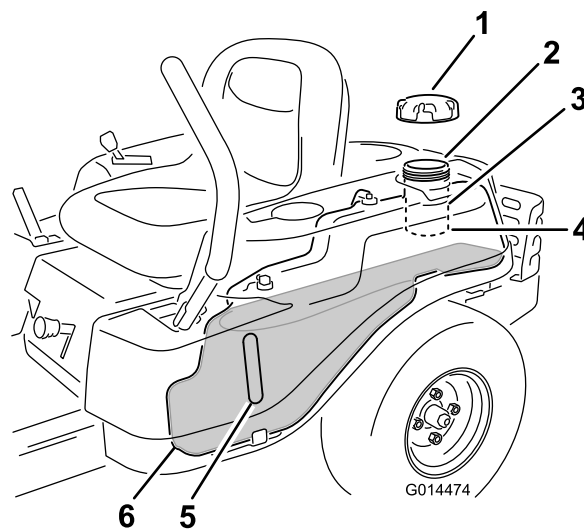

Figure 9
**Remarque:** Vous pouvez utiliser le regard sur le réservoir de carburant pour vérifier la présence d'essence avant de faire le plein (Figure 9).
2. Versez **lentement** de l'essence sans plomb ordinaire jusqu'à ce que le niveau atteigne la base du goulot de remplissage (Figure 9).